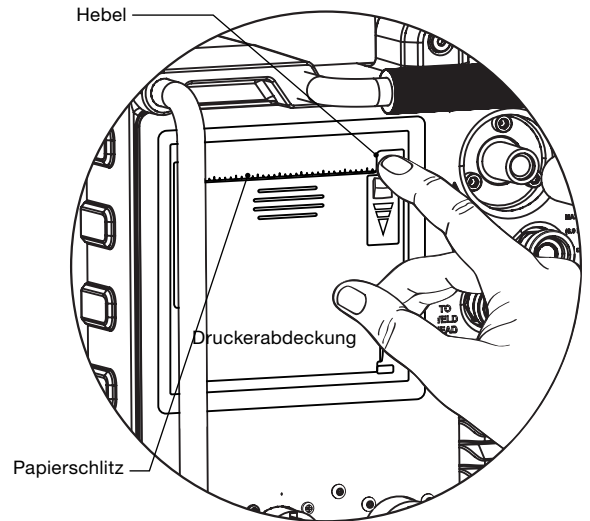

Abb. 50—Öffnen der Druckerabdeckung
1. Drücken Sie den Hebel nach unten, um die Druckerklappe zu öffnen (Abb. 50).